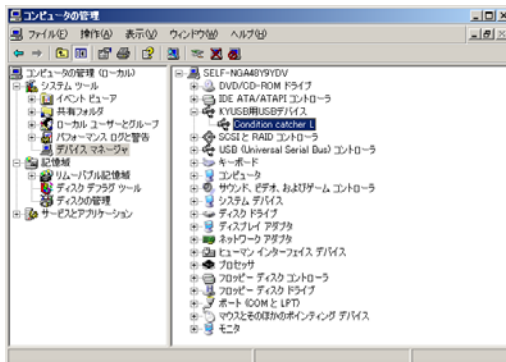

図 15. USB ドライバのインストール画面 5
- ⑤ USB ドライバが正しくインストールされると、図 15 のように、Windows の『コントロールパネル』にあるデバイス・マネージャの『KYUSB 用 USB デバイス』下に『Condition catcher L』が表示されます。